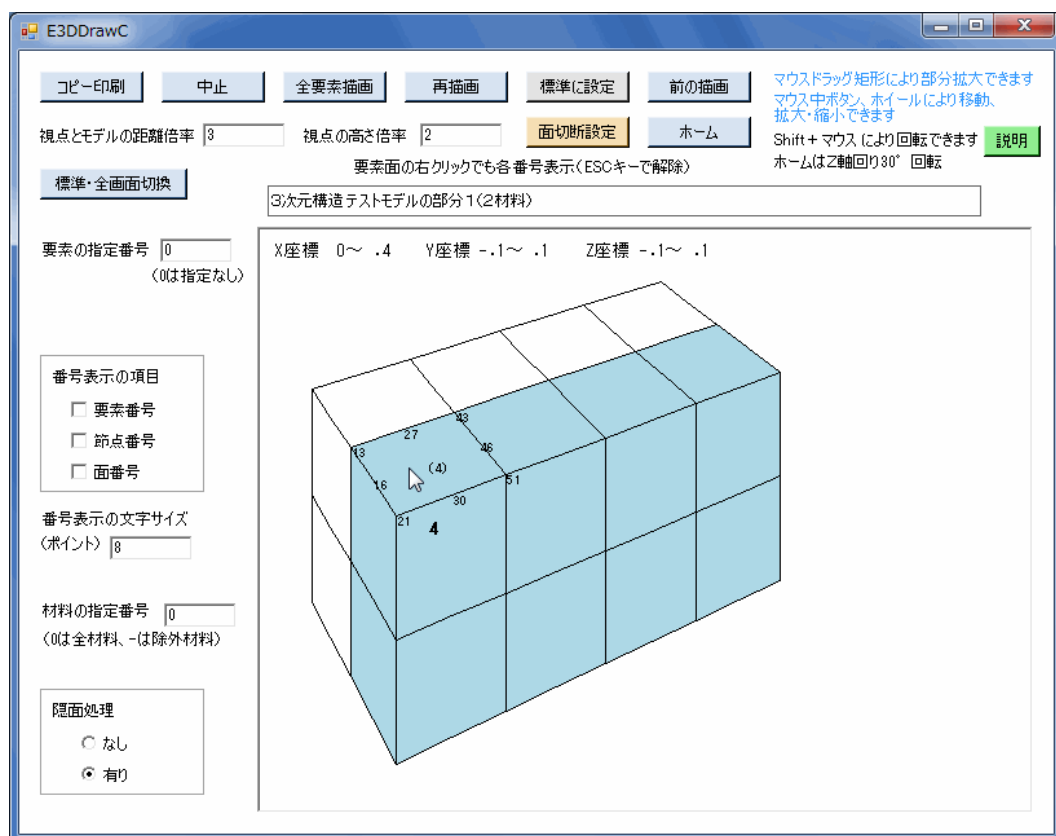

図6-20 構造作画における要素面の右クリック画面例
- ⑮任意の要素面を右クリックすると、図6-20のように当該要素面の要素番号・節点番号・面番号が表示されます。